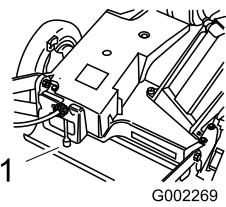
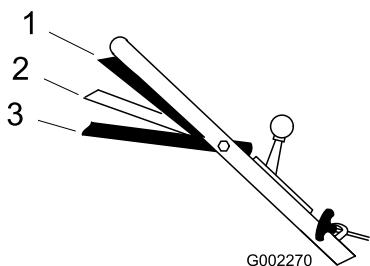

Figura 16
Figura 17
2. Mueva la barra de control de la cuchilla a la posición Marcha/cambio o Marcha/avance para poner en marcha las cuchillas (Figura 17).
El cortacésped tiene tres velocidades sobre el terreno. 1 es velocidad lenta, 2 es velocidad media, y 3 es velocidad rápida. El control de velocidad sobre el terreno está ubicado en la parte trasera de la cubierta de la correa (Figura 16).
- Mueva el control de velocidad sobre el terreno a la posición de Punto muerto (Figura 16).
- Apriete la barra de control de la cuchilla hasta que esté en la posición Marcha/cambio (Figura 17) y mueva el control de velocidad sobre el terreno a la posición deseada (Figura 16).
- Apriete la barra de control contra el manillar hasta la posición Marcha/avance (Figura 17).